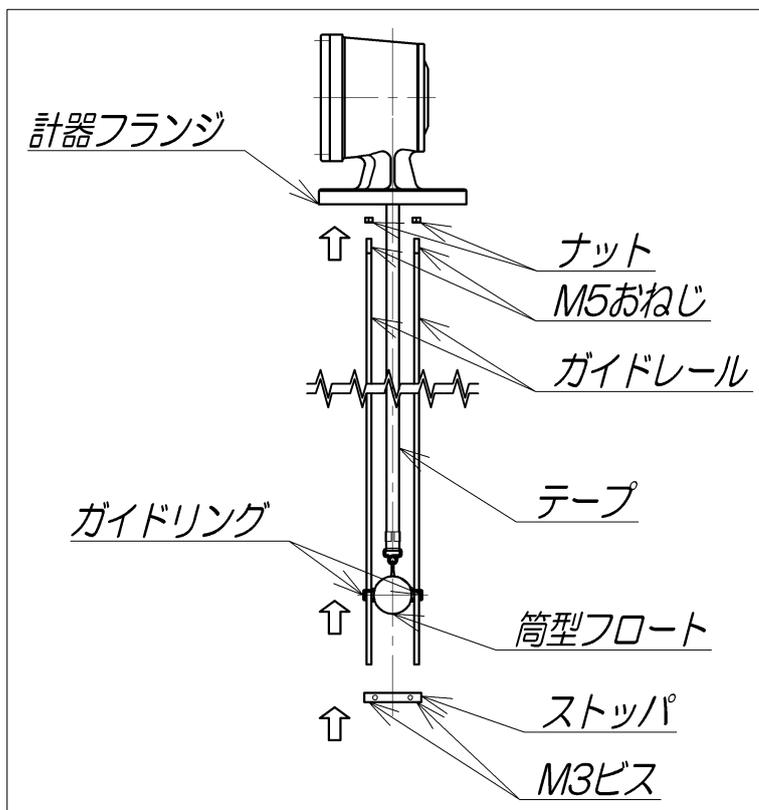

図 4. 接液部の組立
- 4.3.1. 計器の接液部分を組み立てます(図 4.参照)。計器フランジ下面に予めナットが組み付いたガイドレール 2 本をねじ込み、ナット増し締めして固定します。